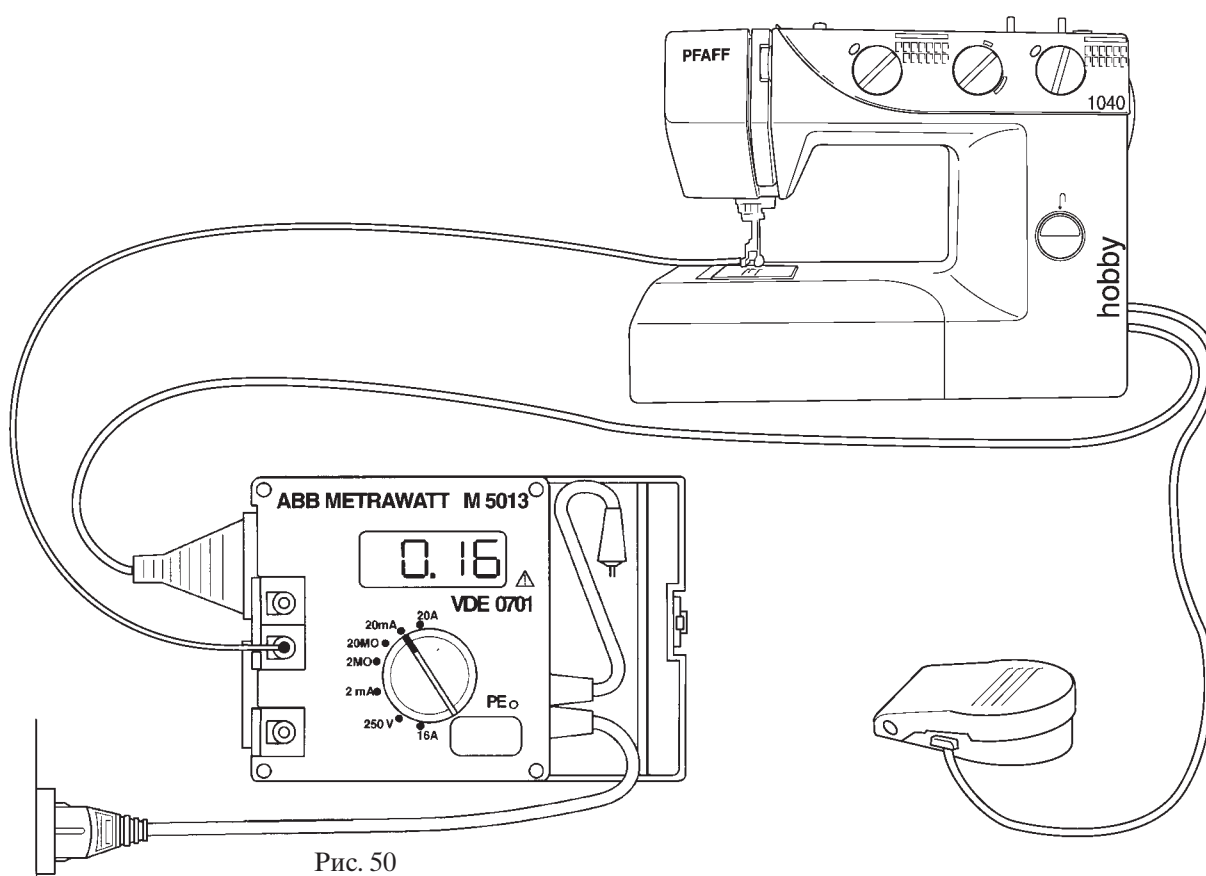

Рис. 50
- Переключатель диапазонов переведите на “**20 mA**” (рис. 50).